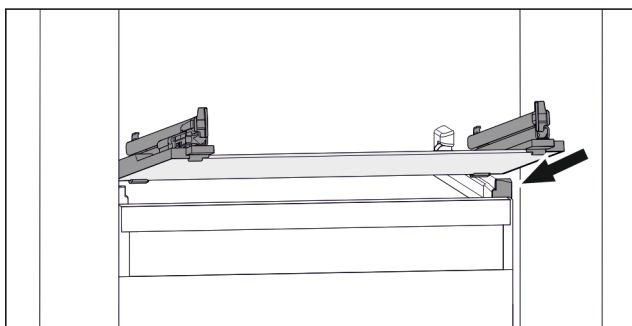

Fig. 112 Примерное отображение стеклянной пластины
- Наклоняя вниз, установите стеклянную пластину за стопоры. (см. Fig. 112)